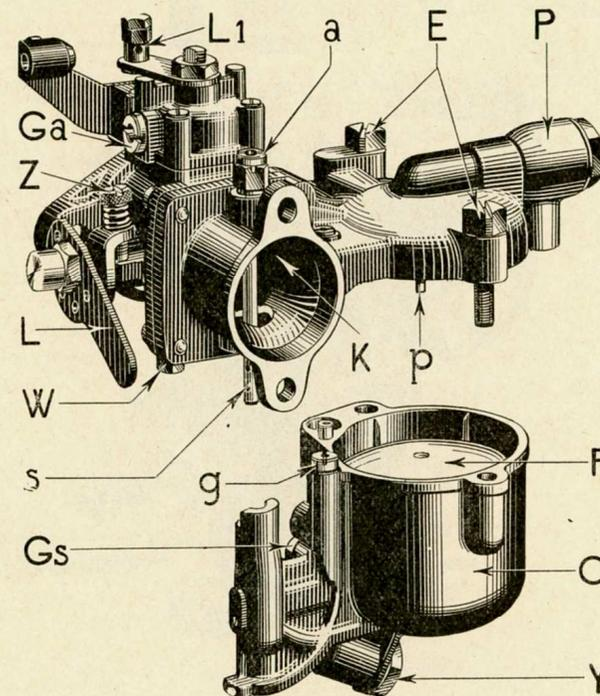

Fig. 5. — Carburateur horizontal démonté (montage 22).
— Pour les carburateurs verticaux et horizontaux, il suffit de dévisser les deux vis (E) (fig. 5 et 11) et la cuve étant libérée, toutes les pièces de réglage sont accessibles. Au remontage, bien emboîter la cuve. On remarquera que pour atteindre le gicleur principal (G), il suffit de dévisser le support de gicleur (Y) dans lequel est vissé le gicleur, pour les montages 20 et 22.